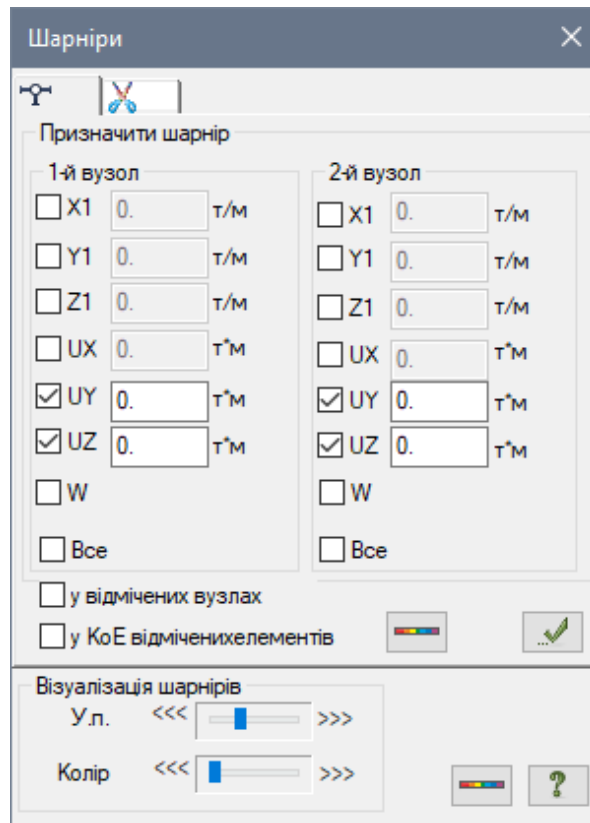

Рис. 12.6. Діалогове вікно Шарніри
- Натиснувши на кнопку  – **Шарніри** (панель **Редагування стержнів** на контекстній вкладці **Стержні**) відкрийте діалогове вікно **Шарніри** (рис. 12.6).